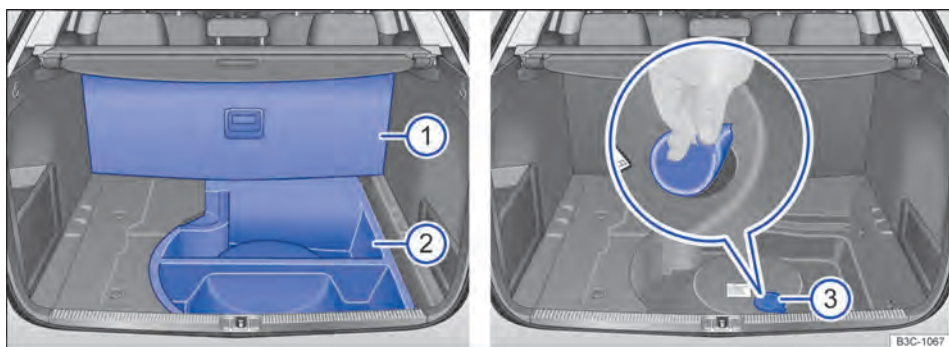
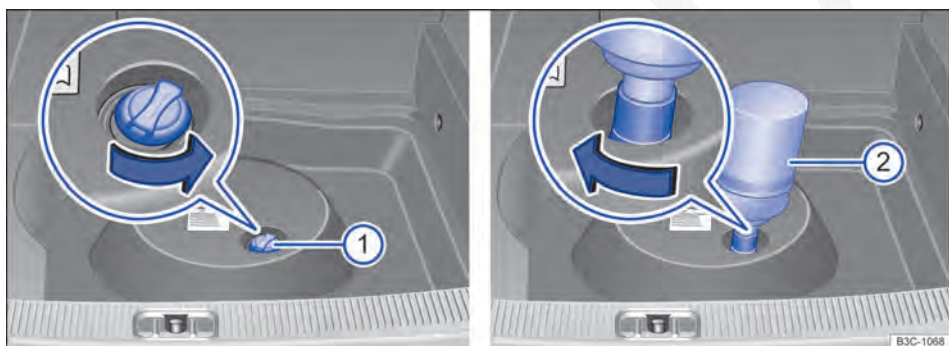

Fig. 197 Compartimento de bagagem com peça de espuma e reservatório de AdBlue.
Fig. 198 Embaixo da peça de espuma no compartimento de bagagem: tanque AdBlue com tampa do bocal de abastecimento e frasco de reabastecimento.
- Rebater o revestimento do assoalho ⇒ Fig. 197 (1) para cima e empurrá-lo para trás.
- Remover a peça de espuma (2).
- Retirar a vedação (3) do reservatório de AdBlue®.
- Girar a tampa do bocal de abastecimento do reservatório ⇒ Fig. 198 (1) no sentido anti-horário.
- Girar a tampa do bocal de abastecimento do reservatório ① no sentido horário até que ela se encaixe.
- Inserir a vedação cuidadosamente ⇒ Fig. 197 ③.